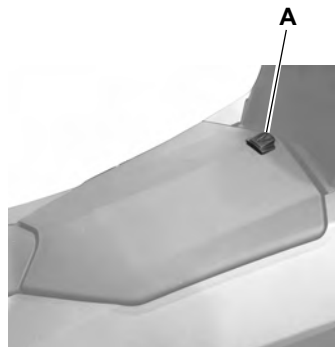

Fig. 7
- Ouvrir le volet (A - Fig. 7) situé à l'avant de la selle.